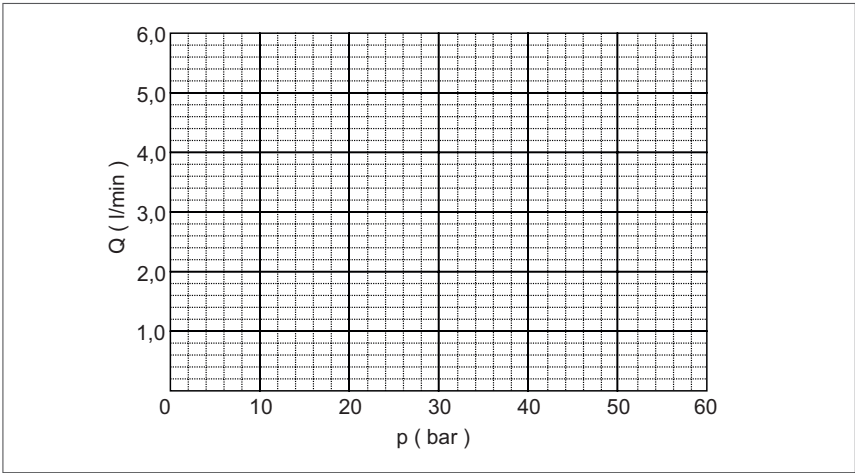

Bild 6.27 Diagramm zum Versuchsaufbau
3. Versuchen Sie nun, mit dem Druckbegrenzungsventil -QN2 Ihre vorgegebenen Δp -Werte einzustellen. Messen Sie jeweils den Volumenstrom, der durch das Stromregelventil fließt, und tragen Sie die Kurve mit einer anderen Farbe in das Diagramm (Bild 6.27) ein. Vergleichen Sie anschließend die Kurven.